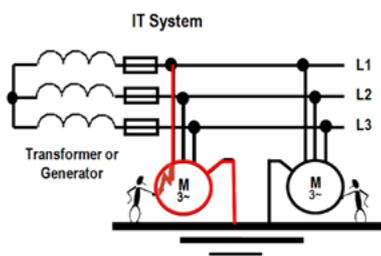

Abb. 14: IT-Netz, Einfehlersicherheit
- Abbildung 14: IT-Netz, Einfehlersicherheit
Ein IT-Netz ist ein 3-Leiter Versorgungssystem – mit nur geringem Verbreitungsspektrum. Es besitzt keine netzeigene Erdung, darum gilt es alle Gehäuse und leitfähigen Körper von Betriebsmitteln zu erden. Bei einem einzigen Isolationsfehler nimmt der entsprechende Außenleiter das Erdpotential an. Hier besteht keine Gefahr durch eine unzulässige Berührungsspannung (Abb. 14). Ein einzelner Fehler führt zudem nicht zum Netzabschalten durch eine Sicherung, erst ein zweiter Fehler schaltet das System ab. In diesem Fall sind zwei Phasen über die Erdung, etwa eines Motorgehäuses, miteinander verbunden. Diese Eigenschaft wird „Einfehlersicherheit“ genannt. Im Fehlerfall lässt sich dieser durch integrierte Isolationsüberwachungseinrichtungen nach IEC 61557-8 frühzeitig erkennen und beseitigen. IT-Netze sind also zuverlässiger als geerdete Netze (TN-C-Netz etc.), bei denen ein Erdschluss eine sofortige Abschaltung durch die Sicherungseinrichtungen zur Folge hat.